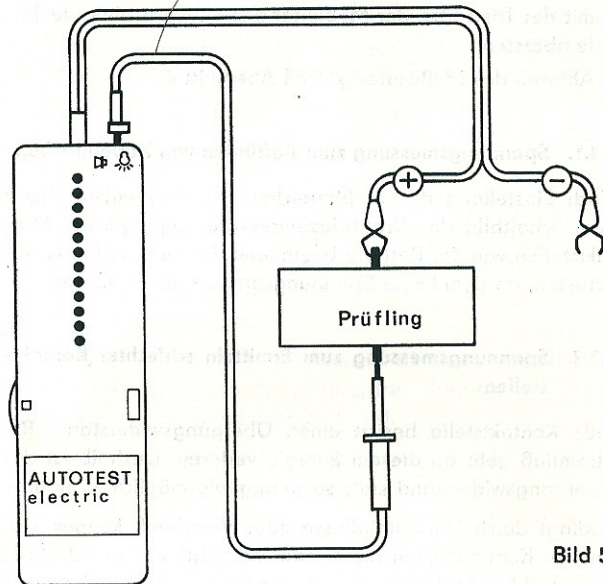

Bild 5
- beliebige Stellung des Meßbereichswahlschalters (1)
- Umschalter (5) auf
- zu prüfende Objekte (Kabel, Verbraucher u. a.) gemäß Bild 5 an Meßleitung und „+“ Anschlußleitung (7)